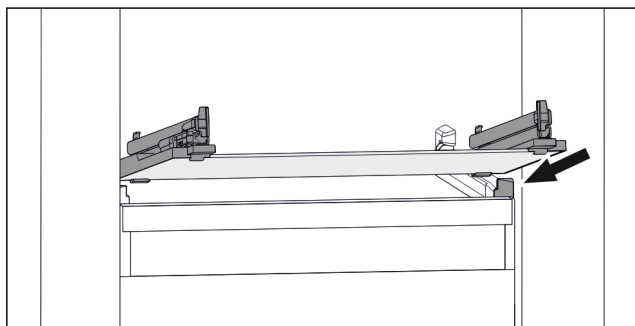

Fig. 124 Reprezentare exemplificativă a plăcii de sticlă
- Așezați placa de sticlă oblic în spatele opritoarelor. (vezi Fig. 124)